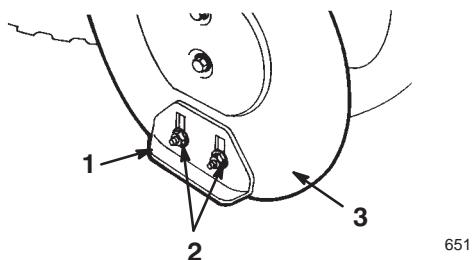

Bild 25
5. Lösen Sie die vier Bundmuttern, mit denen beide Kufen an den Seitenplatten der Schnecke befestigt (Bild 25) sind, bis sich die Kufen leicht nach oben und unten verschieben lassen.
10. Ziehen Sie die vier Bundmuttern fest, mit denen beide Kufen an den Seitenplatten der Schnecke befestigt sind (Bild 25).